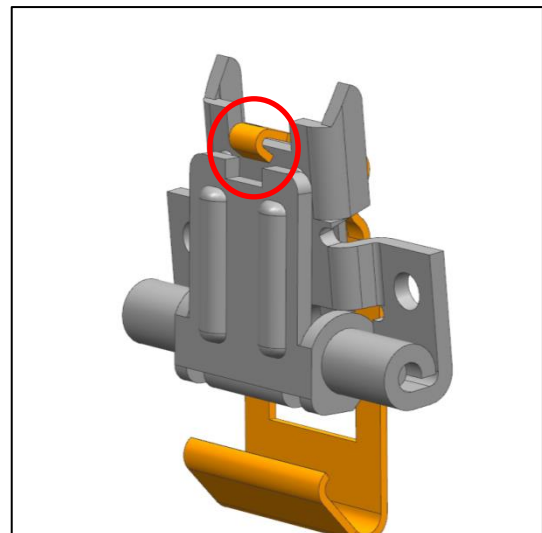

Abb. 39
- d) Der Rastschieber ist am Halteblech fixiert, sobald dieser wie in Abb. 39 zu sehen ist einhakt.